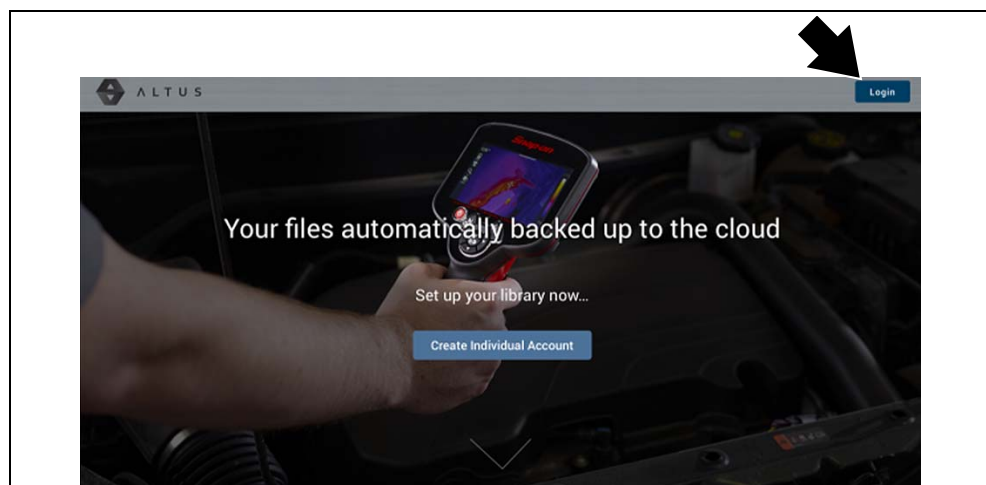

Abbildung 14-3
2. Klicken Sie auf das Symbol **Login** (Anmeldung) (Abbildung 14-3).